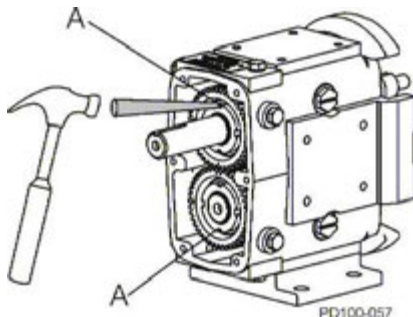

Abb.69 Verschluss Sicherungsring gerade biegen
6. Biegen Sie die Verschlüsse der Sicherungsringe gerade (Abb. 69, Pos. 39).